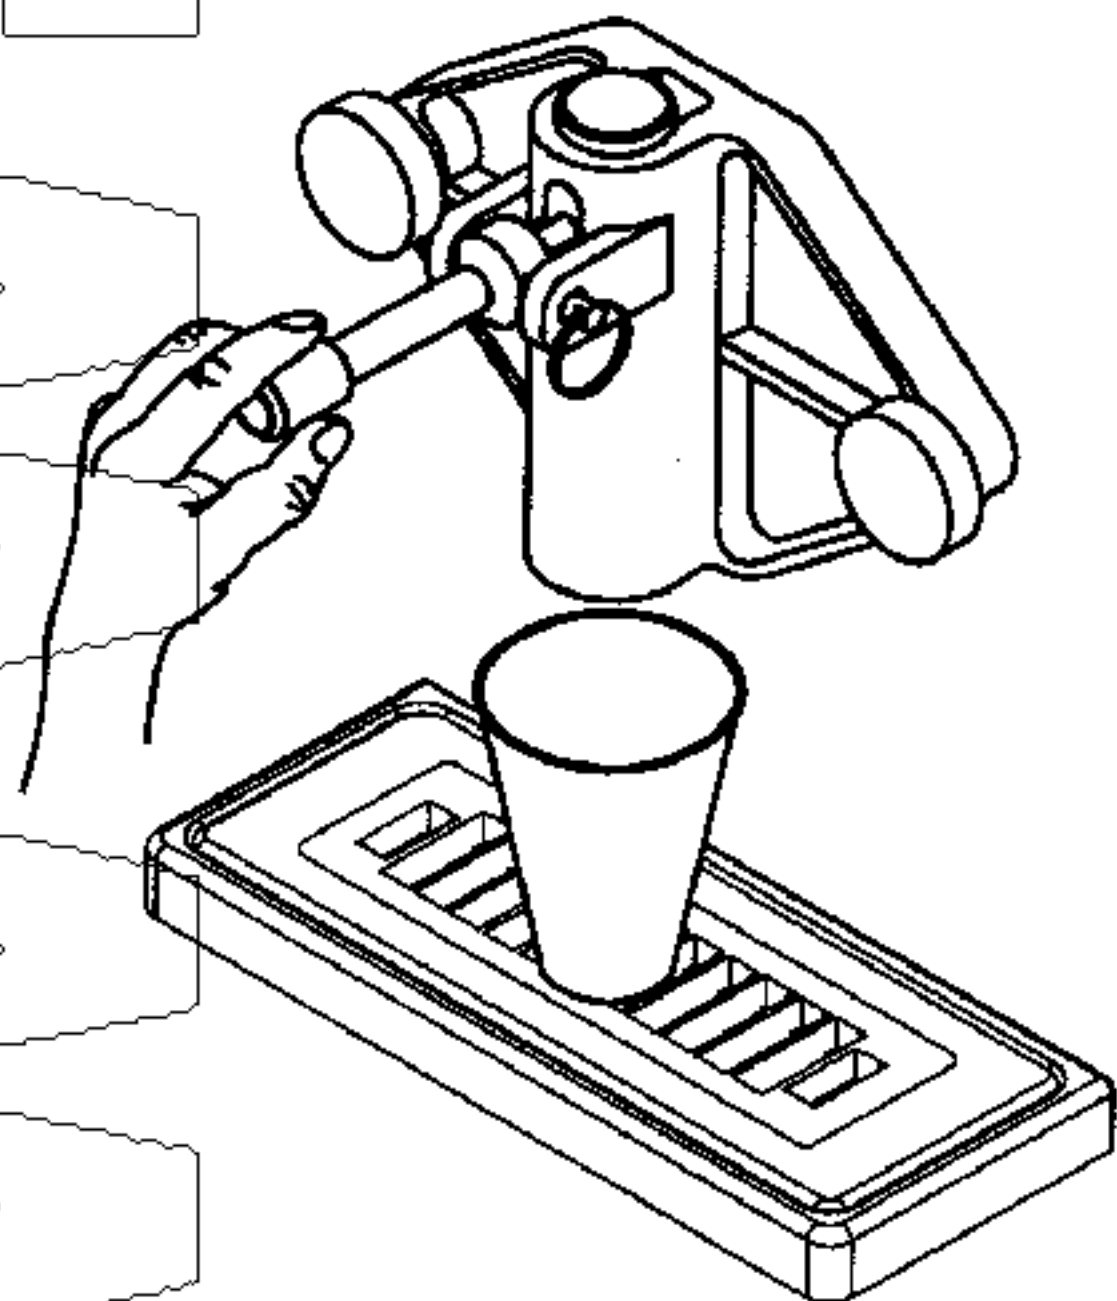

Рис. 23. Выдача продукта.
2. Используя приблизительно половину галлона продукта, вытесните дезинфицирующий раствор из ванны для смеси, заливая в ванну продукт, в результате чего раствор будет удален из машины. Эта операция позволит полностью удалить из машины дезинфицирующий раствор и гарантировать, что не произойдет его замораживание или выдача потребителю. Откройте кран с плунжером, чтобы обеспечить подачу достаточного количества жидкости для очистки системы от дезинфицирующего раствора (рис. 23).